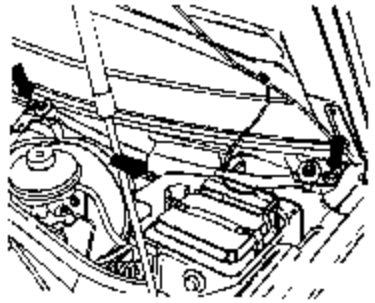

图 11-40 拆卸刮水器框架
(3) 拆卸带有连杆和刮水器电机的刮水器框架，如图 11-40 所示，拔出刮水器电机上的插头。旋出六角螺栓 M6（图中箭头所示），并且拆除垫圈。完整地取出刮水器框架。